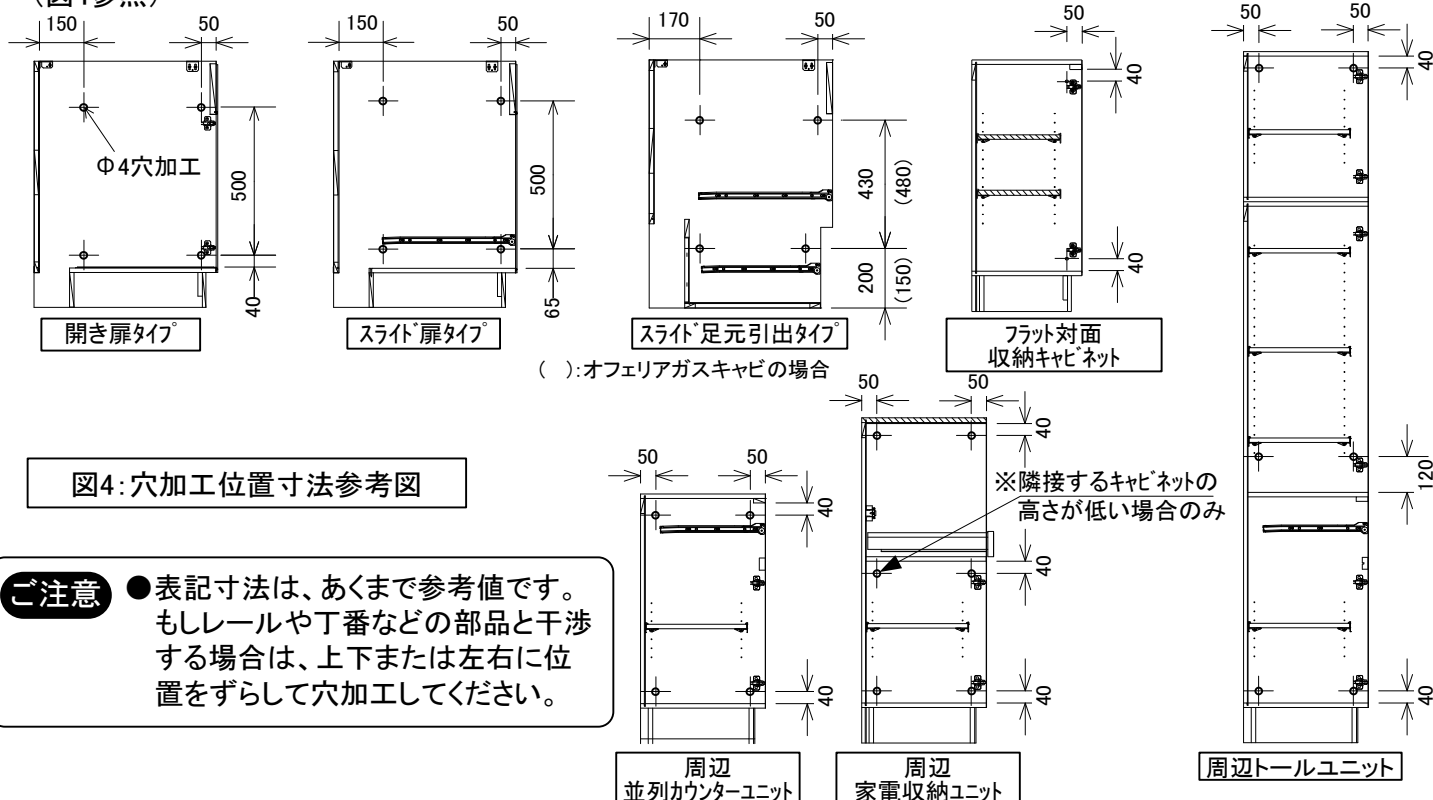

図4: 穴加工位置寸法参考図
- ②キャビネット側板に組付ネジ用の下穴(φ4穴)を、レールや丁番などを避けた位置にあけてください。(図4参照)